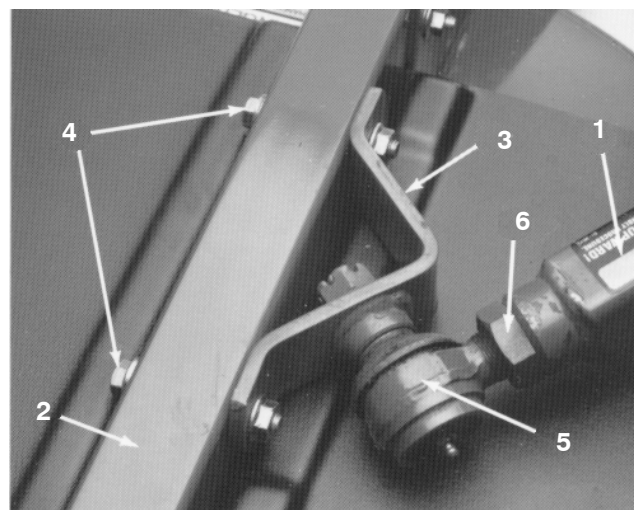

Figure 19
5. Demandez à quelqu'un de pousser le bras de poussée droit vers le bas pendant que vous retirez les vis d'assemblage, les rondelles plates et les contre-écrous fixant le support de rotule au bras pivotant du plateau de coupe (Fig. 19). L'autre personne peut ensuite laisser prudemment le bras de poussée remonter, de façon à libérer progressivement les 45 kg de tension du ressort.
3. Demandez à quelqu'un de pousser avec précaution le bras de poussée droit vers le bas jusqu'à ce que les trous du support de rotule soient alignés sur les trous du bras pivotant (Fig. 19).